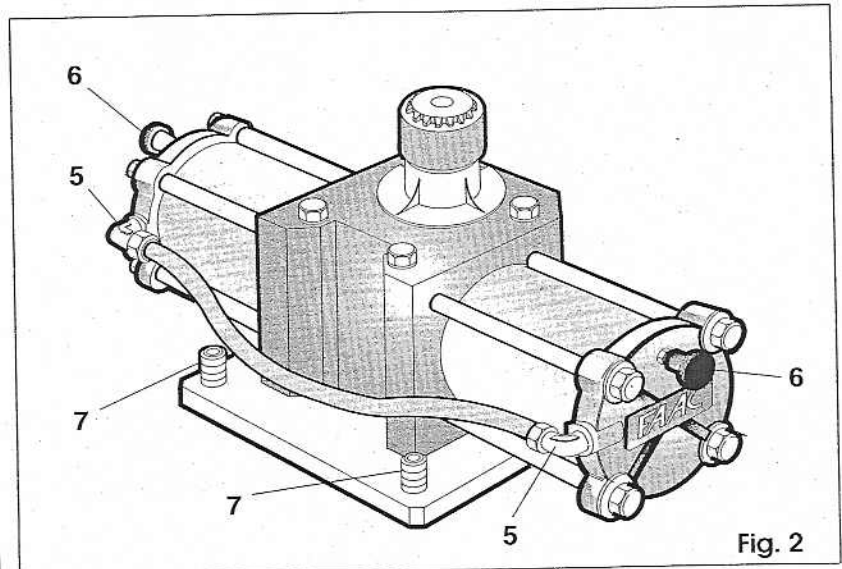

Fig. 2
N.B.: Le portail doit reposer sur le sabot de guidage. Pour augmenter éventuellement la hauteur du vérin, tourner dans le sens des aiguilles d'une montre les goujons de mise de niveau prévus à cet effet (fig.2-rep.7).